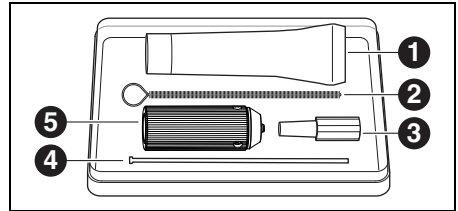

Bild 19 Serviceset für Spindel
- ▷ Den äußere Kegel der Spannzange mit dem im Set enthaltenen Zangenfett ([1] in Bild 19 auf Seite 28) leicht einfetten. Dies verbessert die Gleitfähigkeit und erhöht die Spannkraft der Spannzange.